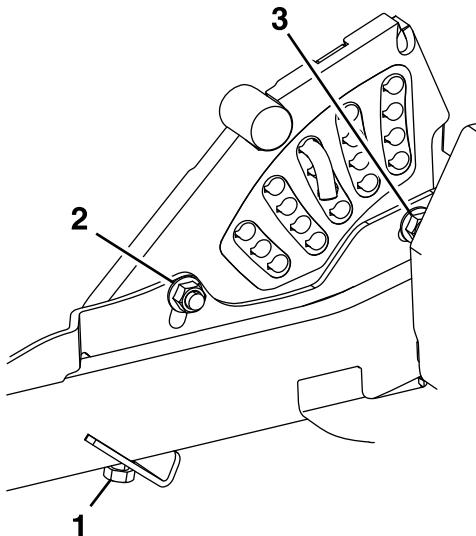

Figura 80
7. Si la carcasa está demasiado baja, apriete el perno del ajuste de un solo punto girándolo en el sentido de las agujas del reloj (Figura 80).